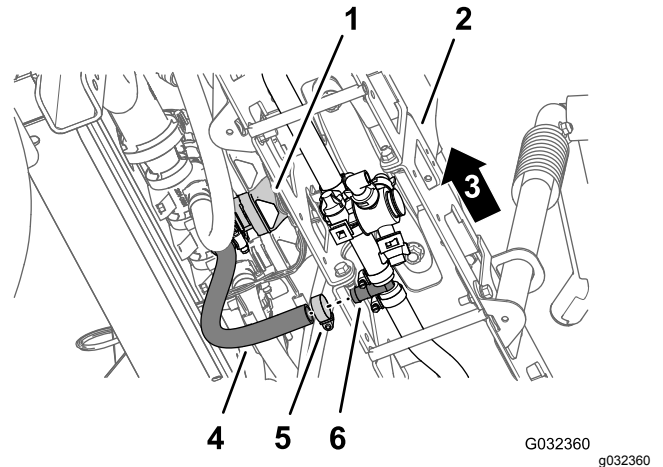

Figura 48
- Na secção da rampa central, retire a braçadeira de tubos que prende o tubo de alimentação para a secção da rampa à união estriada em T (Figura 48).